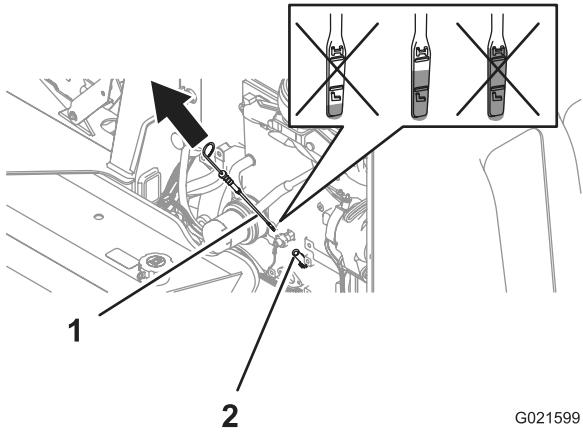

Рисунок 21
- Выньте измерительный щуп (Рисунок 21) и протрите его чистой ветошью (Рисунок 21).
- Вставьте щуп до упора в трубку, затем извлеките щуп (Рисунок 21).